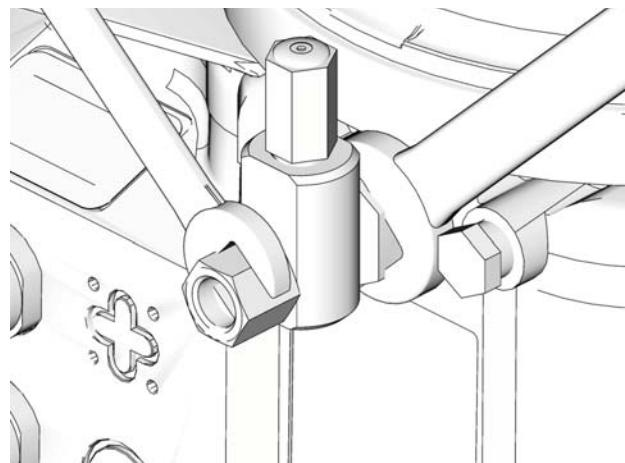

Рис. 17
- Затяните штуцер патрона насоса, поворачивая два ключа в противоположные стороны (Рис. 17).
- Ослабьте штуцер патрона насоса (Рис. 17).